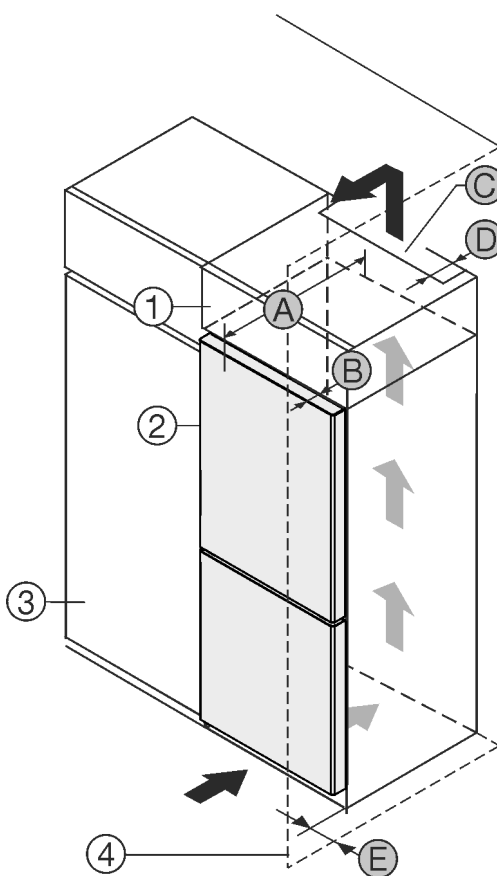

Fig. 1
Ви можете встановити пристрій безпосередньо поряд із кухонною шафою Fig. 1 (3).*
Зі зворотного боку шафи для встановлення на пристрої слід передбачити вентиляційну шафу завглибшки Fig. 1 (D) на всю ширину цієї шафи.*
Слід дотримуватись вентиляційного отвору Fig. 1 (C) в стелі приміщення.*
Якщо пристрій із шарнірами встановлюється поряд зі стіною Fig. 1 (4), відстань між пристроєм і стіною повинна бути не менше 13 мм.*
Якщо пристрій із шарнірами встановлюється поряд зі стіною Fig. 1 (4), відстань між пристроєм і стіною повинна бути не менше 20 мм.*
Щоб мати можливість повністю відкривати дверцята, потрібно, щоб пристрій виступав на відстань глибини дверцят Fig. 1 (B) відносно передньої панелі кухонної шафи. Залежно від глибини кухонних шаф Fig. 1 (3) та використання пристінних розпірок пристрій може ще більше виступати вперед.*